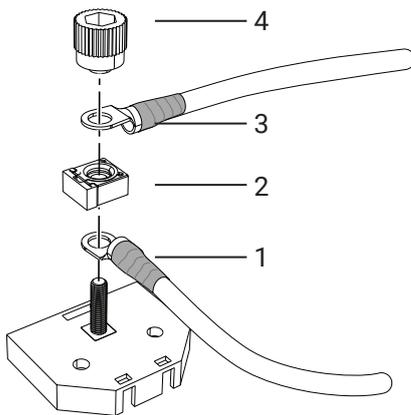
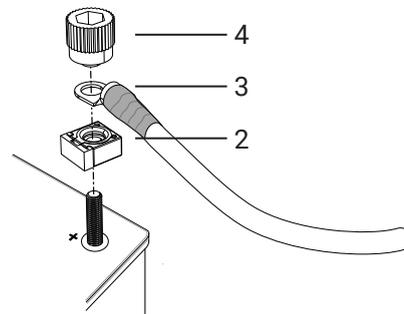

Abbildung 65. Anschließen an den Sicherungskasten
Abbildung 66. Anschließen an den Pluspol der Batterie
2. Stellen Sie ggf. sicher, dass sich der Kabinenschalter (CS) in der Position AUS befindet.
3. Schließen Sie bei Verwenden eines Sicherungskastens das Kabel (1) an den Pluspol der Batterie sowie an den Sicherungskasten an. Positionieren Sie dann die Sicherung (2) darüber, siehe Abbildung 65.
4. Positionieren Sie bei direktem Anschließen an den Pluspol der Batterie die Sicherung (2) auf dem Pluspol, siehe Abbildung 66.
5. Schließen Sie das Hauptstromkabel (3) an den Sicherungskasten bzw. den Pluspol an, siehe Abbildung 65 – Abbildung 66.
6. Schrauben Sie die Kabelanschlüsse und die Sicherung mit dem Drehknopf (4) fest an. Die Kabel werden in einem Winkel von 90° bzw. 180° voneinander montiert. Die Sicherung wird im rechten Winkel zu den Kabeln angebracht, siehe Abbildung 65 – Abbildung 66.